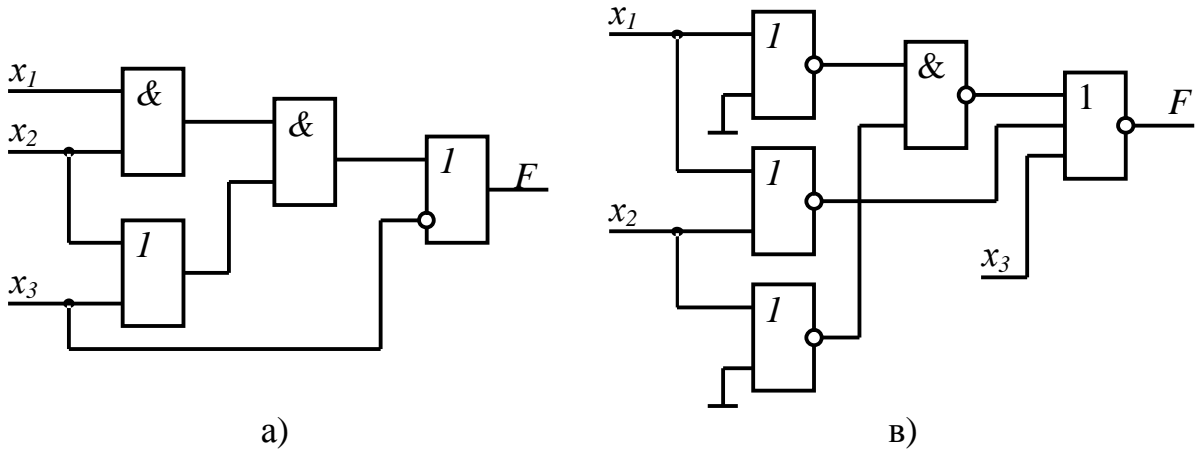

Рис. 13.7
**13.25.** Запишіть рівняння логічних функцій для схем, зображених на рис. 13.7.